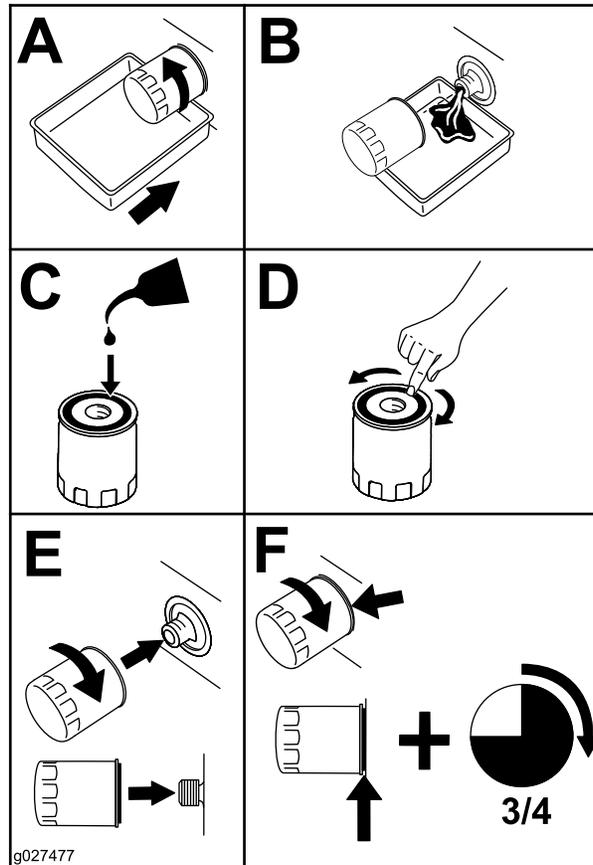

Рисунок 35
2. Замените масляный фильтр двигателя (Рисунок 35).